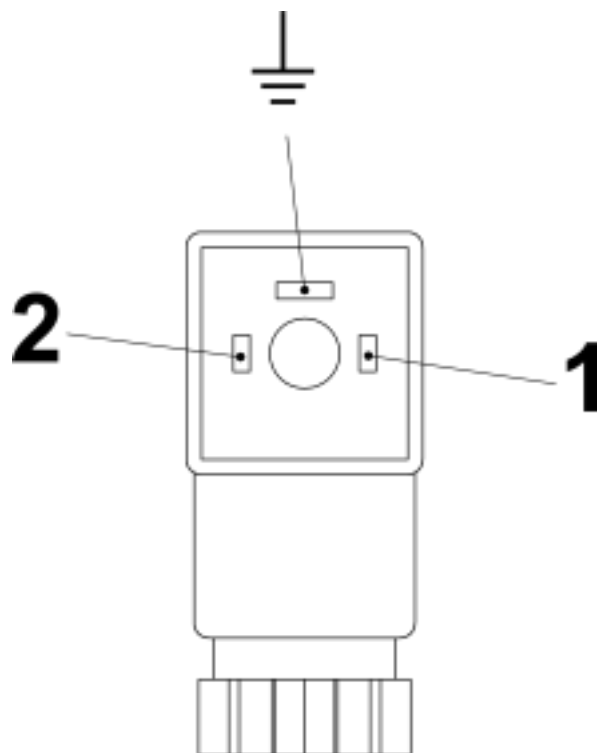
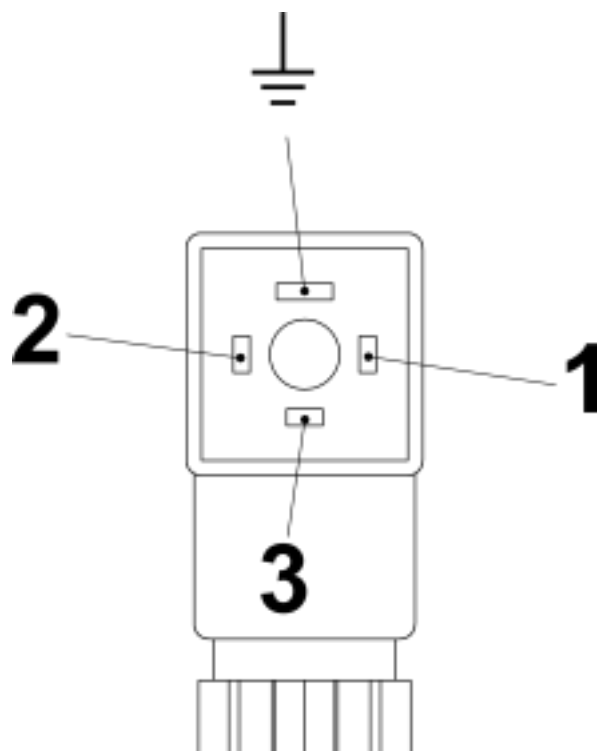

Abb. 25: Pin-Belegung Steckerdose Schließer (Form 15x50)
Abb. 26: Pin-Belegung Steckerdose Wechsler (Form 15x50)
- 6.** ➤ Anschluss gemäß den Anschlussbildern (Abb. 25 und Abb. 26) vornehmen